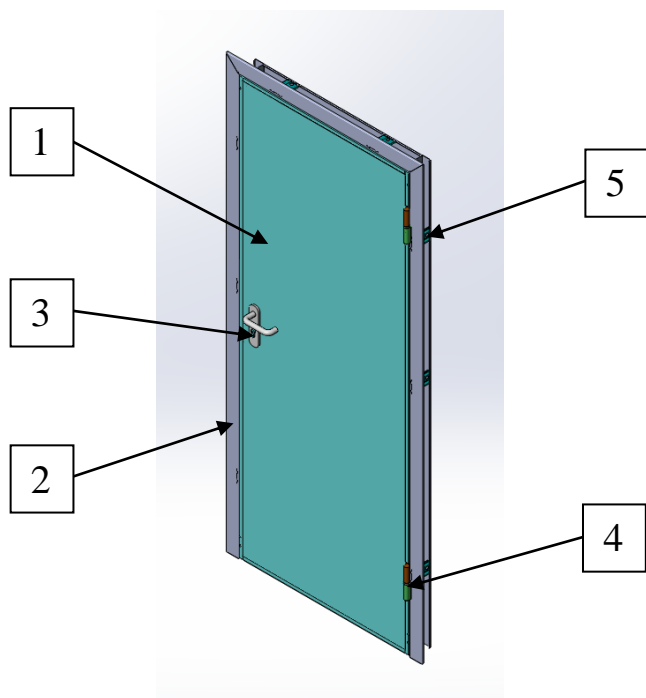
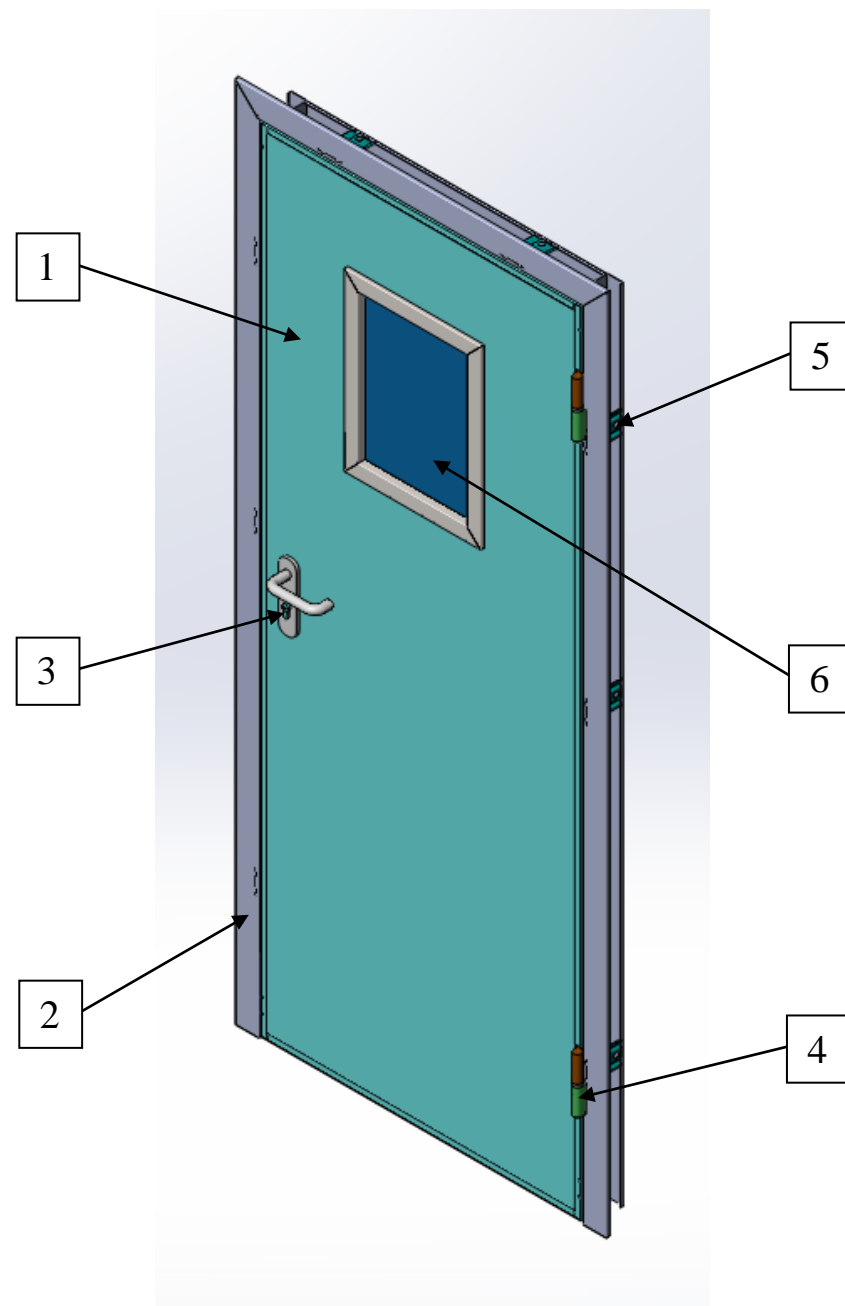

Рис. 1 - Дверь ДП1-60
Рис. 2 - Дверь ДПС1-60
- 6.1. Дверь (см. рис.1 и рис.2), содержит коробку (2), дверное полотно (1) с замком (3), полотно двери ДПС1-60 (см. рис.2) с остеклением (6).